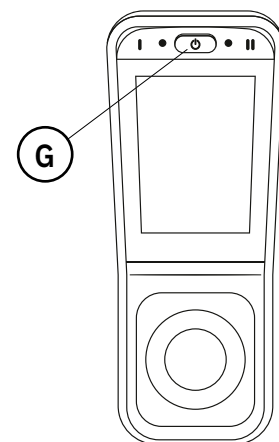

Figure 5.12. Arrêt d'urgence sur LiNX REM400.
Lors de la conduite ou du réglage des fonctions d'assise, le mouvement peut être arrêté rapidement en relâchant le joystick ou en appuyant sur l'interrupteur principal (G), voir figure 5.12. Le boîtier de commande s'éteint et la fonction électrique s'arrête.